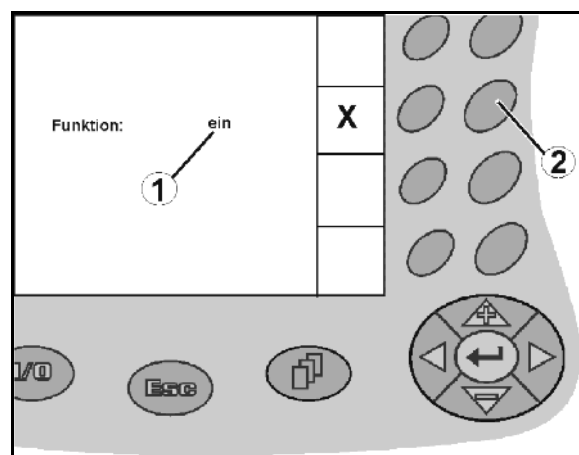

Fig. 15
- Funktionstast (Fig. 15/2) aktiveres én gang
→ Funktion **til** (Fig. 15/1).